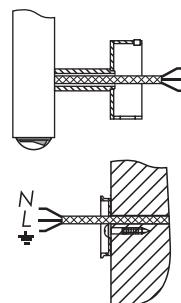

Рис. 5
- 3.9. Подготовить концы проводов для последующего соединения и зачистить их (рис. 5).